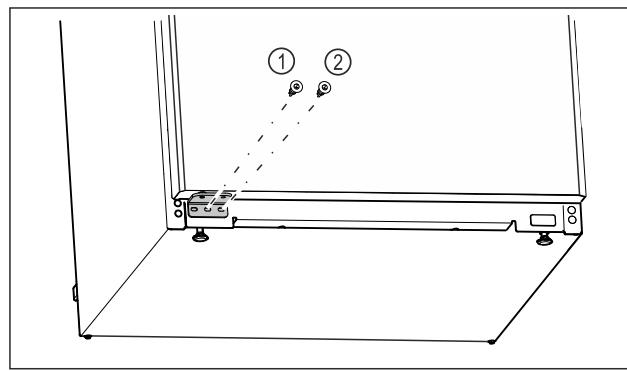

Fig. 21
- Pieskrūvējiet gultņa balsta vidējo skrūvi Fig. 21 (1) ar skrūvgriezi Torx 20.
- Pieskrūvējiet gultņa balsta iekšējo skrūvi Fig. 21 (2) ar skrūvgriezi Torx 20.